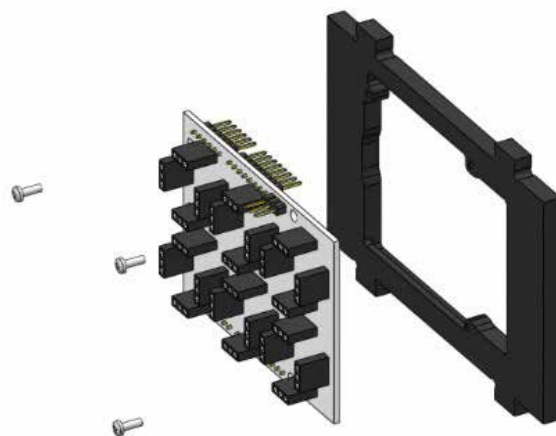

Рисунок 42. Крепление платы Troyka
5) Плату Troyka Slot Shield закрепить на кронштейне тремя винтами M2x6 (рисунок 42):